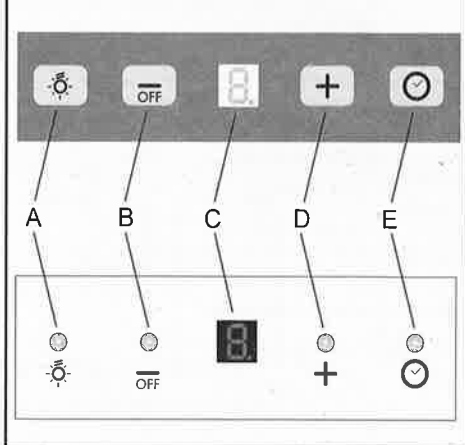

Fig.11
COMANDI (Fig. 11):
• Saturazione filtri Antigrasso/Carbone attivo: Fig. 11